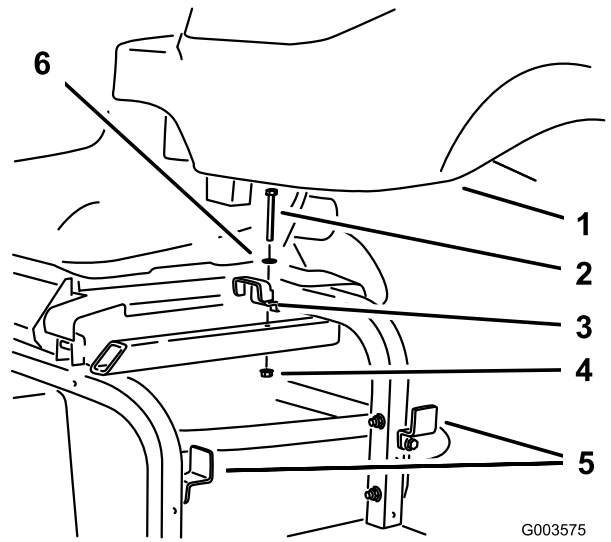

Figure 7
9. Déposez le support supérieur du réservoir hydraulique sur le cadre de la machine et desserrez les deux supports sur le côté du cadre (Figure 7). Déposez le réservoir et mettez les fixations de côté.